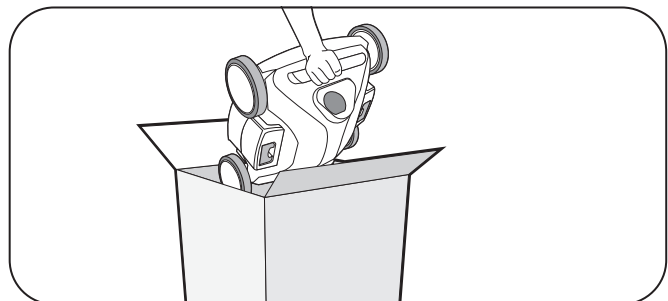

Figura 18. Almacenamiento a largo plazo durante periodos extensos
6. Para periodos más extensos, como los meses de invierno, almacene el limpiador en una caja para conservar los motores, los plásticos y los sellos protegidos (asegúrese de que el limpiador esté seco antes de almacenarlo) (Figura 18).